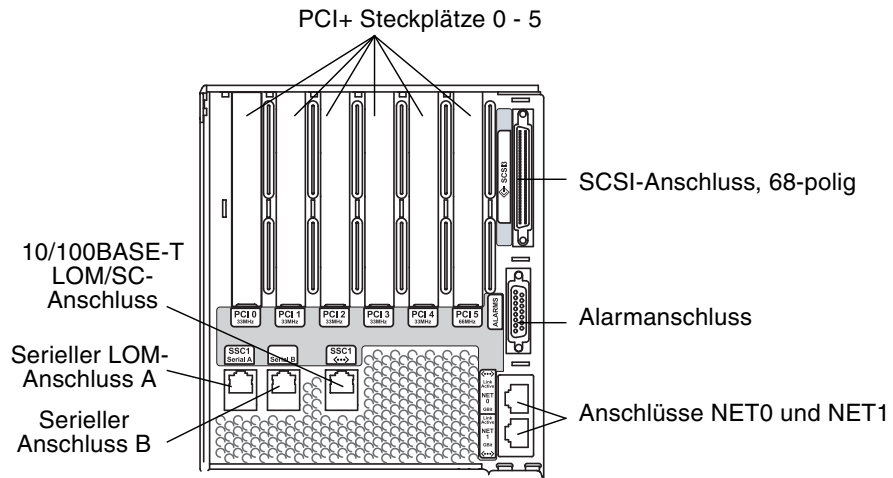

ABBILDUNG 1-26 Positionen des System Controllers und des E/A-Moduls
1. Schließen Sie die Verwaltungskonsole an den seriellen LOM-Anschluss A an (ABBILDUNG 1-26).
1. Verbinden Sie den 10/100BASE-T LOM-Ethernet-Anschluss mit der gewählten Verwaltungskonsole (lokaler Hub, Router oder Schalter) ABBILDUNG 1-26.
1. Schließen Sie ein Ende des E/A-Ethernet-Kabels an den NET0/NET1-Ethernet-Anschluss an (ABBILDUNG 1-26).
1. Erstellen Sie eine Verbindung zwischen der Datenstation und dem seriellen Anschluss auf der System Controller-Karte (ABBILDUNG 1-26).